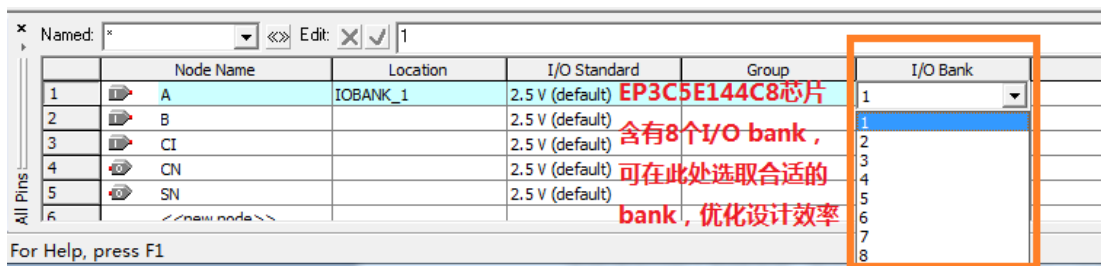

图 8 根据需要选取合适 I/O bank
- 5、首先连接 7400 的 2 脚和 12 脚，鼠标移到准备连线的起点，按住左键，将鼠标移动到连线的终点，松开，如图 8 所示